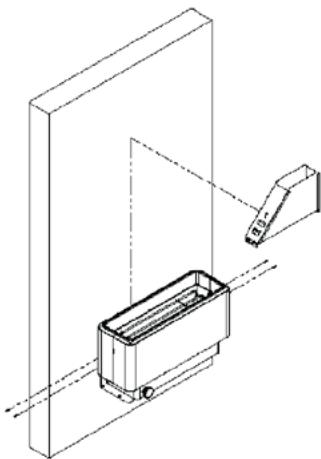

Рисунок 3.6: Установка цоколя дымохода на устройство и
3.2.5. Поставьте цоколь каналаа обратно и закрепите 4 винтами (Рисунок 3.6).